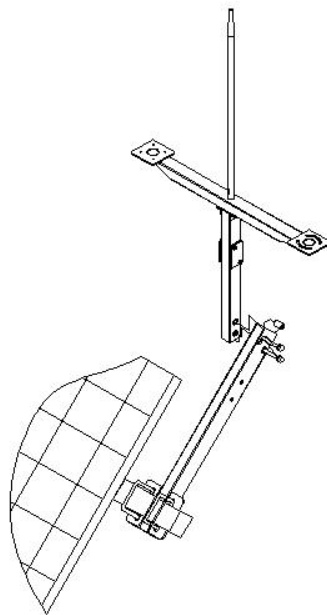

图 3-3 安装传感器支架
(3) 将附件内支撑钢管放入斜撑梁架内腰型孔位置，用 M8X75 螺栓、螺母及垫片连接斜撑梁上部及竖直支架，调整好角度使竖直支架与地面垂直并锁紧，如图 3-3。